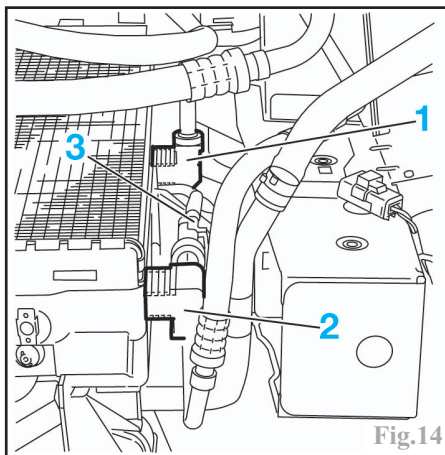

Fig.14
- Désaccoupler les conduits d'entrée (1) et de sortie (2) du condenseur (Fig.14).
- Déconnecter le connecteur (3).